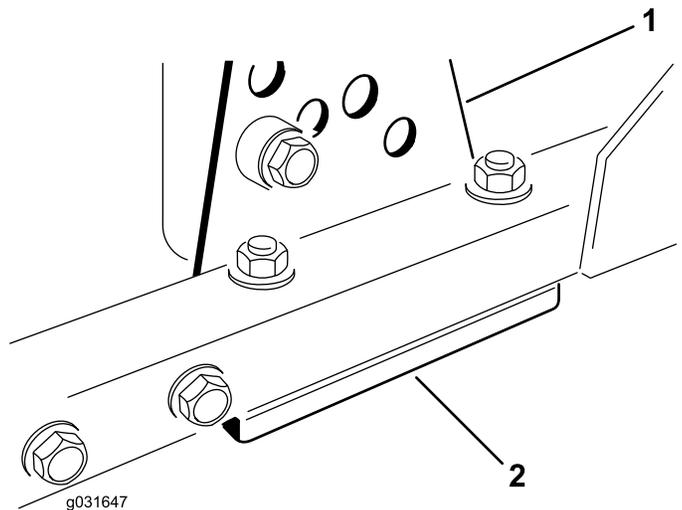

Figure 70
1. Retirez le support de hauteur de coupe (avant, gauche ou droit) du cadre du plateau de coupe (Figure 70).
2. Placez des cales de 1,5 mm et/ou une cale de 0,7 mm entre le cadre et le support du plateau pour obtenir la hauteur de coupe voulue (Figure 70).
3. Montez le support de hauteur de coupe sur le cadre du plateau en plaçant les cales restantes sous le support (Figure 70).